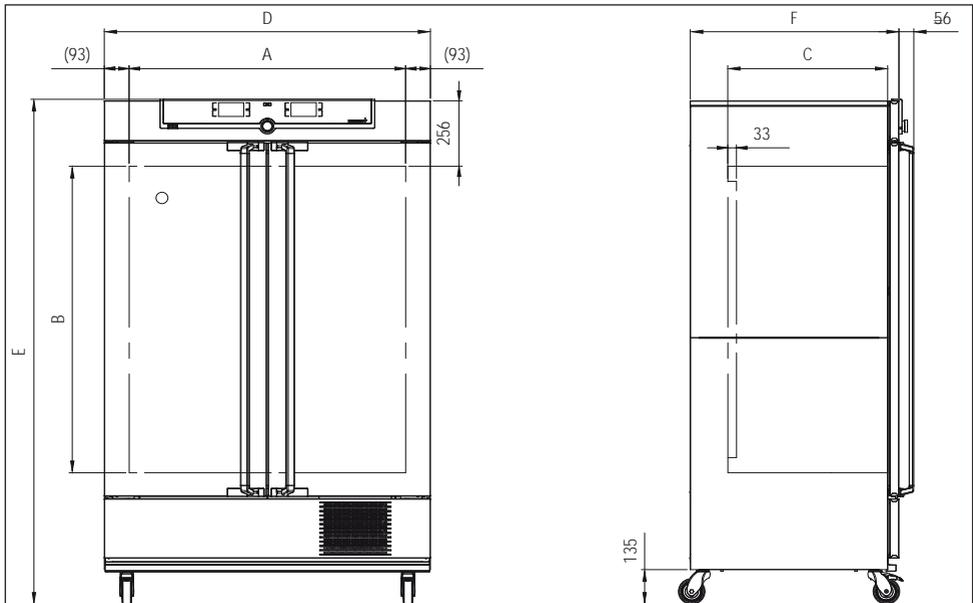

Fig. 6 Dimensiones
* Véase fig. 6 en la página 14.